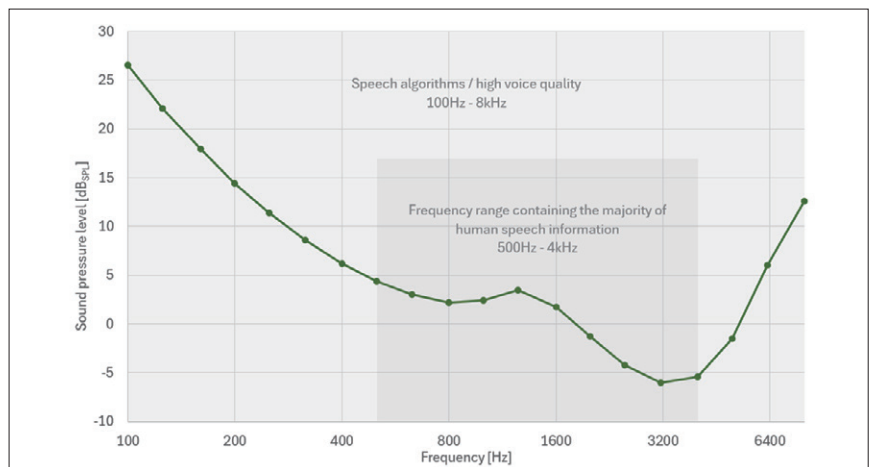
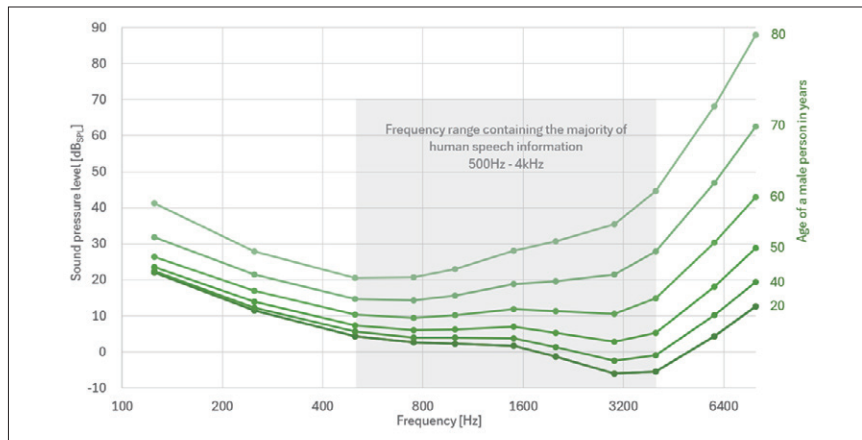

图1：听力阈值：根据ISO 226:2023，人在重复试验中做出50%正确检测反应的声级。
图 2: 该图显示了不同年龄段本正常男性在单声道耳机聆听条件下的听阈衰减情况。请注意，女性也有类似的图表，其听力衰减程度随年龄增长而略有降低 (ISO7029:2017)
的听力阈值。所有与语言有关的人类声音都属于 100Hz 至 8kHz 的频段。根据 ISO 226:2023 标准，相应的人类听力阈值如图 1 所示。
如图 1 所示人耳对 500Hz 至 6kHz 范围内的频率特别敏感。这些频率上的任何频率平衡问题都会对声音和乐器的感知质量产生重大影响。500Hz 至 4kHz 之间的频率包含了人类语音中影响语音清晰度的大部分信息。具体来说，2 kHz 左右的频率尤为重要。5kHz 至 10kHz 的频率对音乐非常重要。这些频率为声音增添了“活力”和“亮度”。然而，这些频率包含的语音信息相对较少，只有嘶声，即“zhi”、“chi”和“shi”等词开头的嘶嘶声。降低 6-8kHz 左右的嘶声会对语音清晰度产生不利影响。
我们大多数人都知道，人类的听力阈值会随着年龄的增长而下降，如图 2 所示。
- 文章最好配有2-4幅与内容有关的插图或图表。插图、图表按图1、图2、表1、表2等依次排序,编号与文中的图表编号一致。